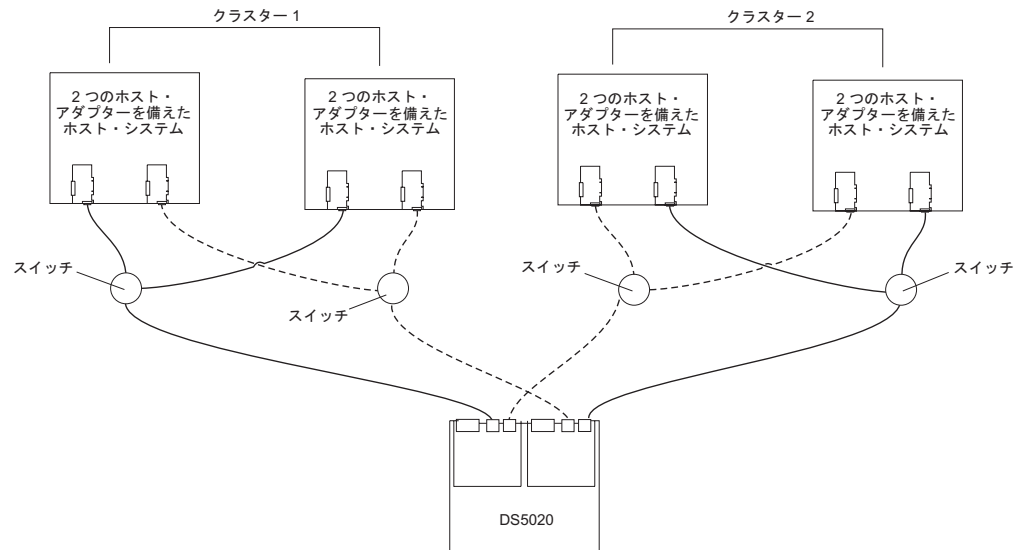

図 60. 2 クラスタ構成の例
- 2 つのクラスター (97 ページの図 60)
97 ページの図 60 に、2 クラスタ構成の例を示します。